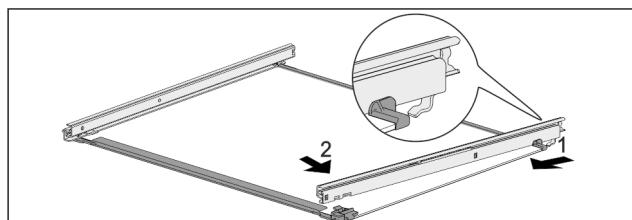

Fig. 121 Скляна пластина з рейками
- Зачепити рейку ззаду. Fig. 121 (1)
- Зафіксуйте рейку спереду. Fig. 121 (2)